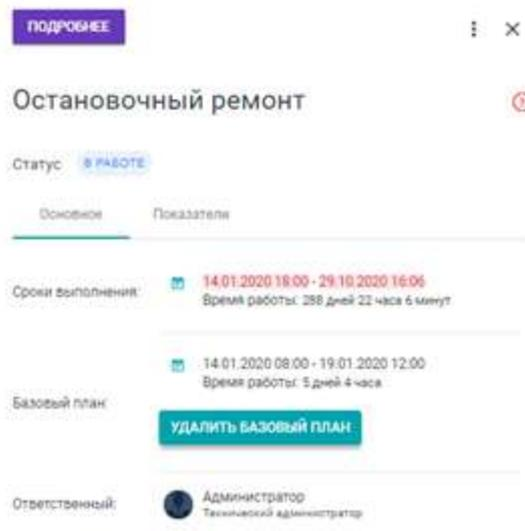

Рисунок 31 — Кнопка удаление базового плана
3. Система отобразит боковую карточку установки: нажмите на кнопку «Удалить базовый план» (см.рис.31):